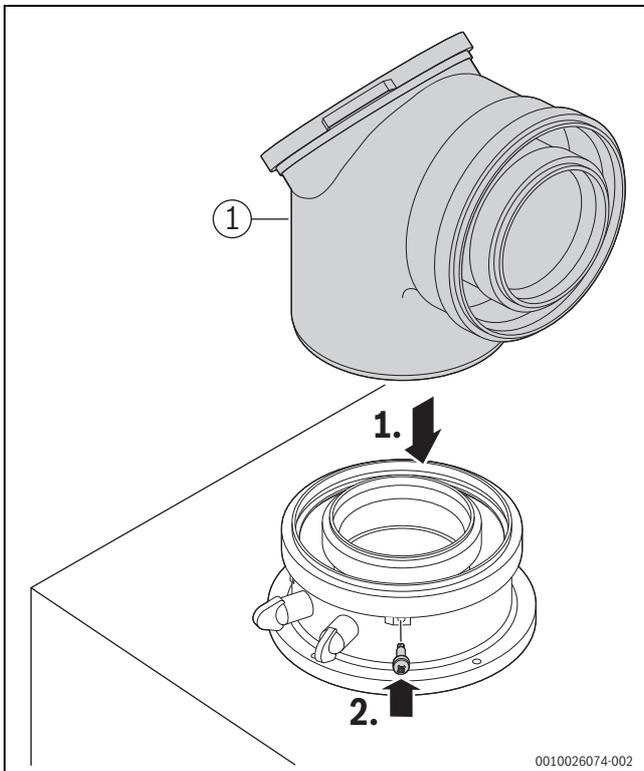

Bild 84 Abgaszubehör einsetzen und mit Schraube sichern
- ▶ Abgaszubehör anschließen (→ Bild 84, [1]). Dabei die Installationsanleitung des Abgaszubehörs beachten.